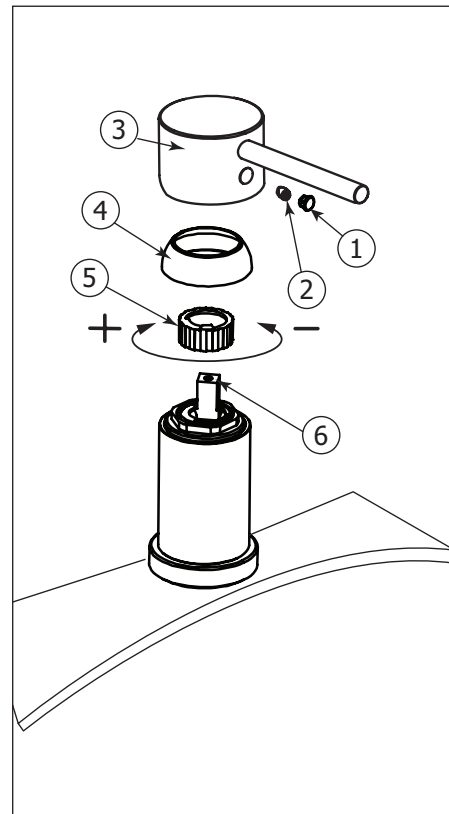

Fig.9
- Remove the decorative cap (1), the set screw (2) and the handle (3) (fig.9).
- Pull out the dome cap (4) and the temperature stop ring (5) from the cartridge (6). Gradually rotate stop ring (5) to the left to lower the highest temperature setting or towards the right to increase it.
- Retirer le capuchon décoratif (1), la vis de retenue (2) et la poignée (3) (fig.9)
- Ensuite, retire le capuchon en dôme (4) et l'anneau d'arrêt de température (5) de la cartouche (6). Tourner l'anneau (5) graduellement vers la gauche pour diminuer la température maximale et vers la droite pour l'augmenter.